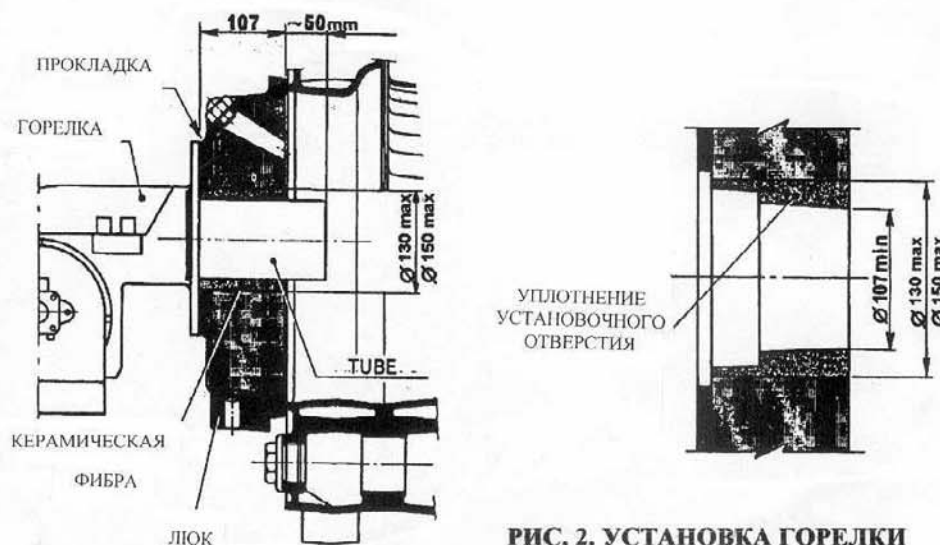

РИС. 2. УСТАНОВКА ГОРЕЛКИ
1. Фланец навески горелки расположен в нижней части фронтальной двери котла. Размеры установочного отверстия должны подбираться в соответствии с размерами трубы горелки и ее фланца (рис. 2).